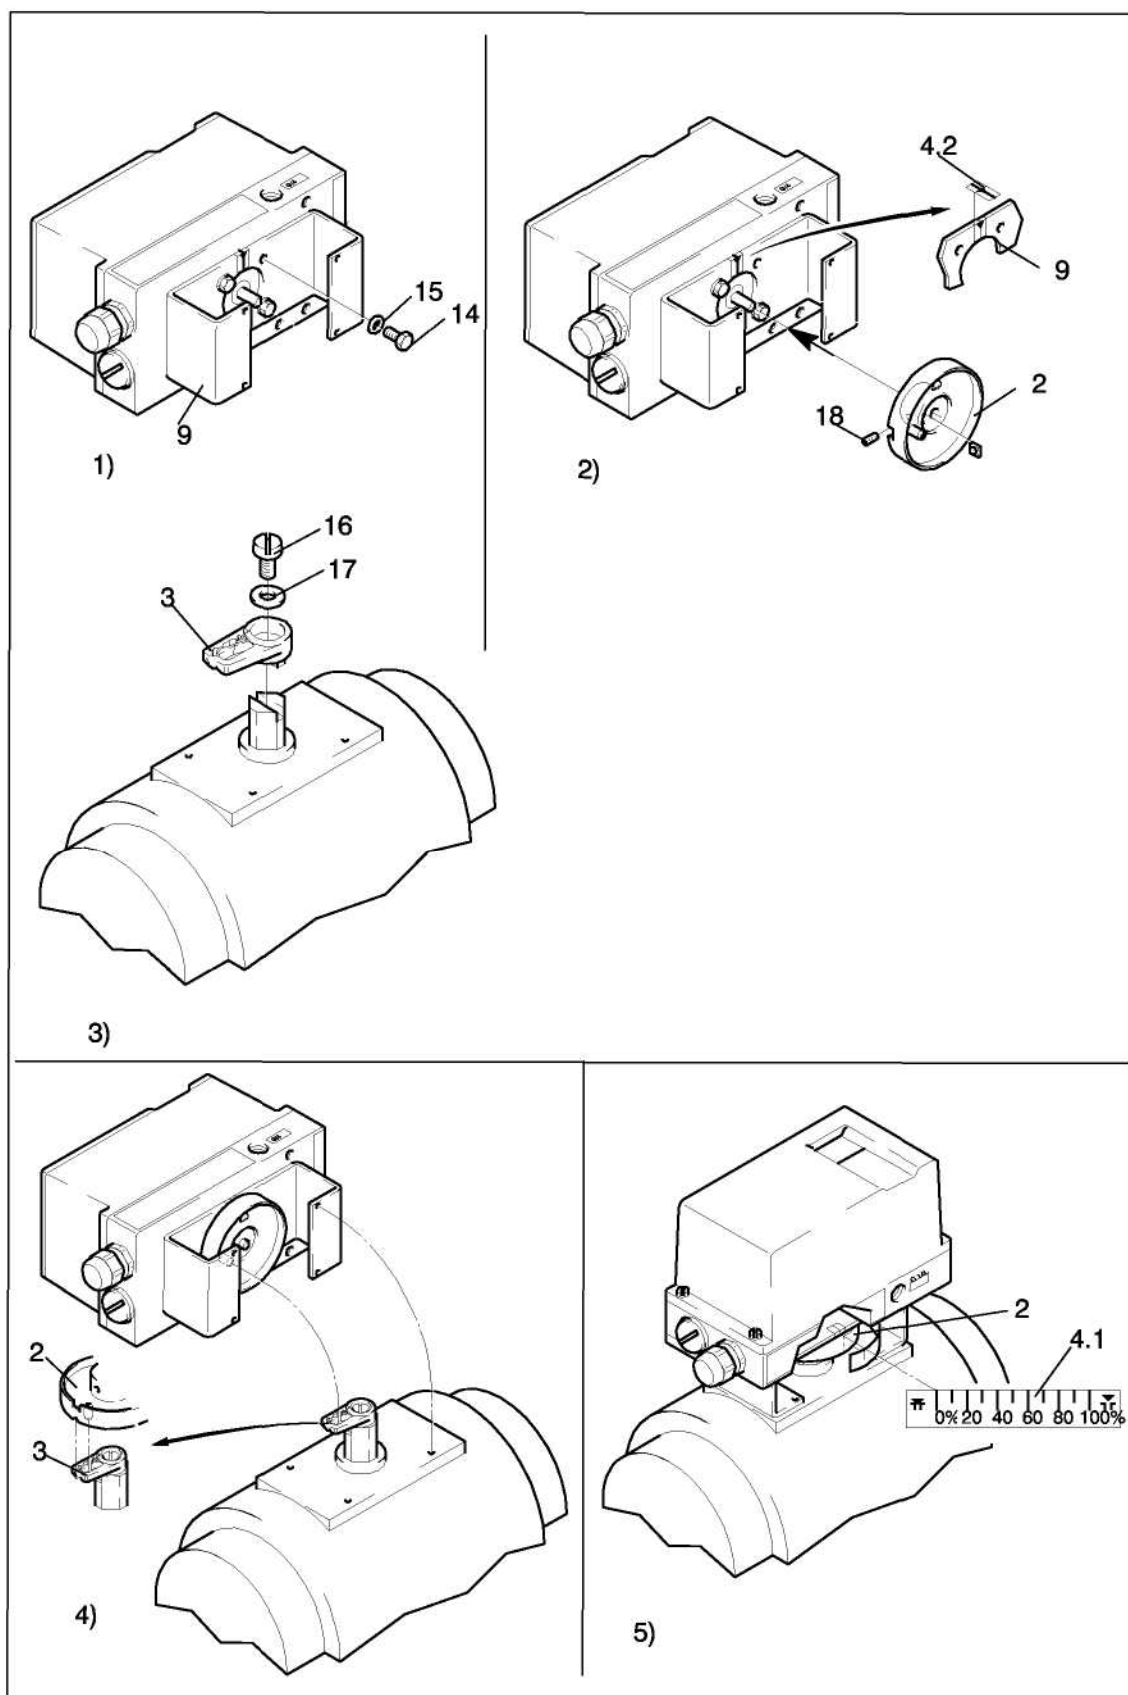

Рисунок 3-8 Процедура сборки (поворотный привод)
3.3.6 Процедура сборки (см. рисунок 3-8 и рисунок 3-9)